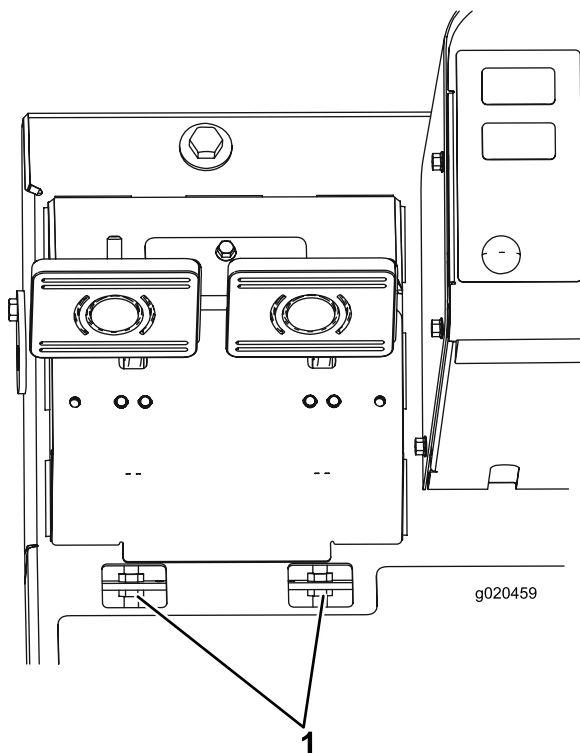

Bild 68
- B. Lockern Sie die vordere Mutter an der Gewindeseite des Bremszuges (Bild 68).